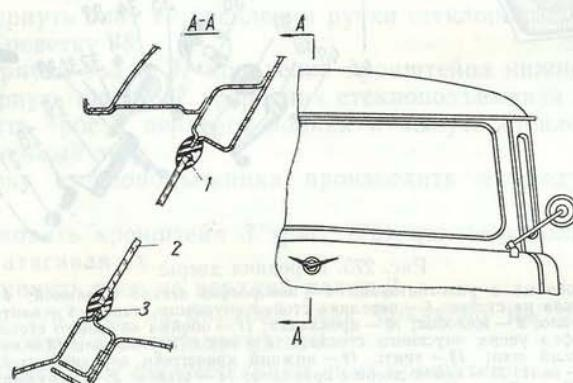

Рис. 277. Ветровое стекло:
2. Из уплотнителя ветрового стекла вынуть распорный вкладыш 3 (рис. 277), установленный с внутренней стороны стекла.